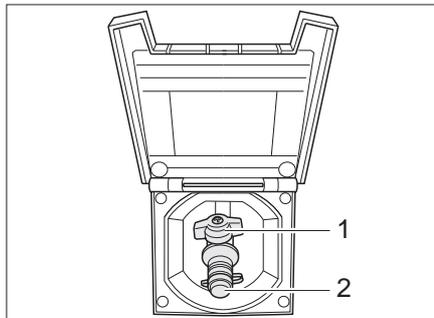

Bild 178 Externer Gasanschluss, Gasabsperrentil geschlossen
Der externe Gasanschluss (Bild 178) befindet sich auf der rechten Fahrzeugseite. In Ausnahmefällen befindet sich der externe Gasanschluss auch auf der linken Fahrzeugseite oder im Heck.
- Externes Gasgerät an der Anschluss-Stelle (Bild 178,2) anschließen.
- Das Gasabsperrentil (Bild 178,1) öffnen.